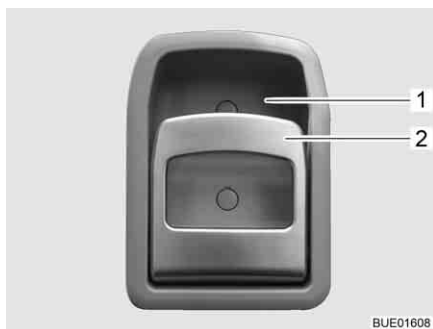

Fig. 41 Serrure de la porte cellule, à l'intérieur
- Tirer sur la poignée (Fig. 41,2). La serrure de la porte se déverrouille et s'ouvre.
- Appuyer sur la poignée (Fig. 41,2) en haut en direction de l'évidement (Fig. 41,1) dans lequel elle repose. La serrure de la porte se verrouille.